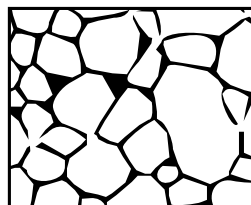

Fig. 3 : Microstructure des échantillons d'aluminium pur 99.5 % recuits à 600 °C pendant 6h. Grossissement 100X (1 cm correspond à 100 μm)
TP 4 - La microstructure initiale de trois échantillons ayant la forme de plaques à section rectangulaire de dimensions 15 x 15 x 5 mm, en aluminium pur à 99.5%, déformés puis recuits à 600 °C pendant 6h, est représentée en Fig. 3 ci-dessous.
a) - À quel numéro d'échantillon correspondent chacune des trois microstructures ci-dessous, prises au même grossissement que la Fig. 3 ?